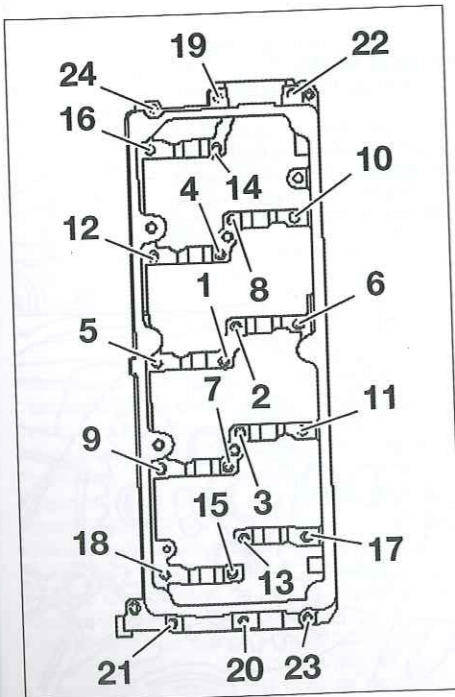

Fig. 55
- Desmontar los tornillos de fijación del apoyo de ejes de levas en el orden indicado (Fig.55).
- Apretar los tornillos de fijación del apoyo de ejes de levas en el orden indicado (Fig.55).